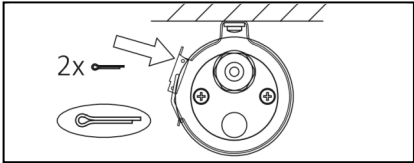
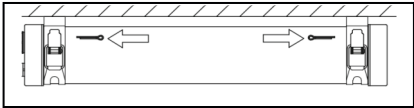

Рис. 3
Рис. 4
**Внимание!** Для надежной фиксации осветительного прибора необходимо использовать шпильки, которые входят в комплект поставки (рис.3). Для жесткой фиксации положения скобы шпильки необходимо установить в боковые отверстия в замках на скобах (рис. 4). ⚠